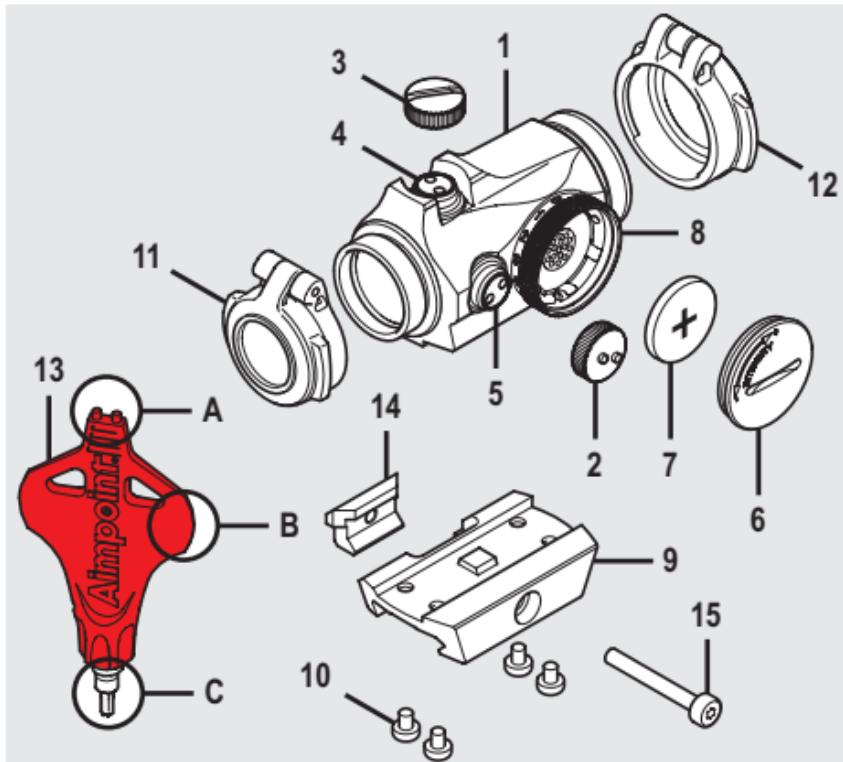

Fig. 1
- Skruga ur Batterilock (6) med hjälp av Verktyget (13B).
- Sätt i batteriet (CR2032) med pluspolen (+) mot Batterilock (6) som kan ses i Fig 1.
- Sätt Vridomkopplaren (8) på intensitetsnivå 12 (max.) och skruva i Batterilocket (6) med hjälp av Verktyget (13B). När du känner ett motstånd, fortsätt skruva tills batterilocket kommer till ett stopp.
- Verifiera att den röda punkten lyser och att det inte finns något glapp mellan Batterilock (6) och batterihus.